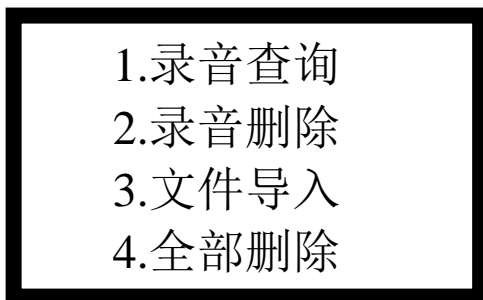
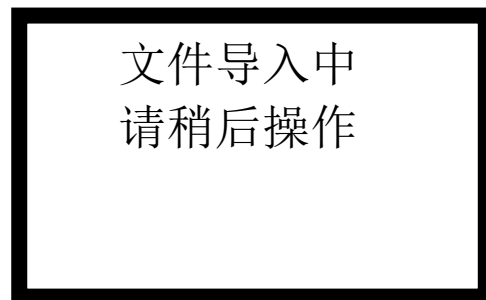
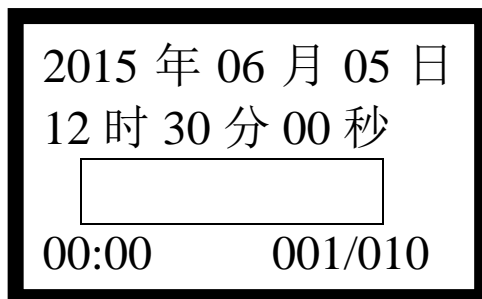
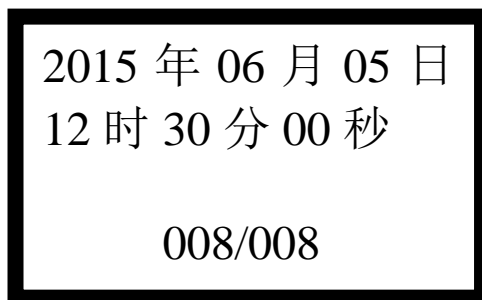

图 3-11
图 3-12
图 3-14
图 3-15
将要导入的文件(文件格式为 MP3 或者 WMA 的文件将扩展名删除)复制到 U 盘的根目录下, 并命名为 eme (注意不要带任何扩展名), 将 U 盘插入 U 盘口, 按“菜单”键, 选择“文件操作”(图 3-4 所示), 按“▶||”键进入, 出现如图 3-11 所示界面, 按“◀◀”或者“▶▶”来选择“文件导入”, 按“▶||”键进入密码输入界面, 正确输入密码后, 出现如图 3-12 所示界面:
按以上方法，进入图 3-11 所示界面，选择录音查询，进入图 3-14 所示界面：
1、逐条删除：按以上方式，进入图 3-11 所示界面，选择“录音删除”按“▶||”键，进入密码输入界面，正确输入密码后，出现如图 3-15 所示界面：
2、全部删除：在如图 3-11 所示界面，选择“全部删除”，按“确认”键，进入密码输入界面，正确输入密码后，录音删除，按“返回”退出界面。